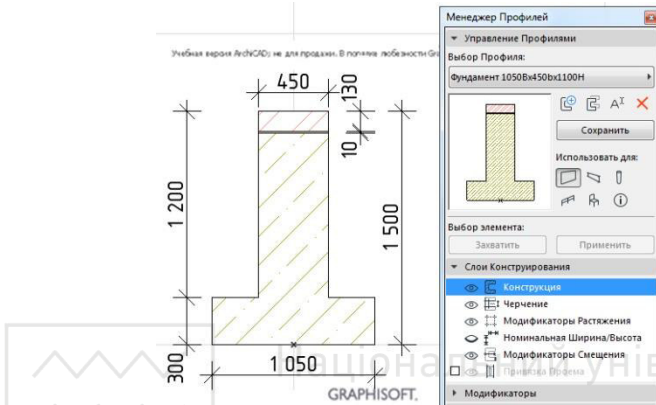

Рис. 7
1. Побудувати профіль фундаменту будівлі. Приклад параметрів профіля для фундаменту під зовнішніми стінами (рис. 7):